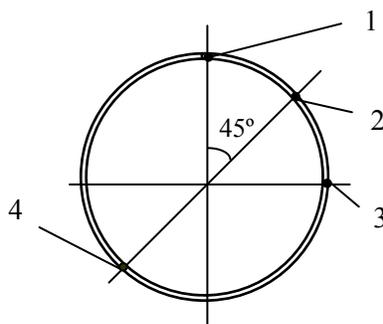

Рисунок 1
7.2.2 Накладные ПЭА счетчиков можно монтировать на прямых участках трубопровода по Z, V, N или W-схемам (рисунки 2а – 2г). Предпочтительно монтировать ПЭА на боковой поверхности трубопровода, под углом 45° к вертикали (т.е. в точках 2 и 4, рисунок 1). В месте установки ПЭА трубопровод не должен иметь выраженной эллиптичности.